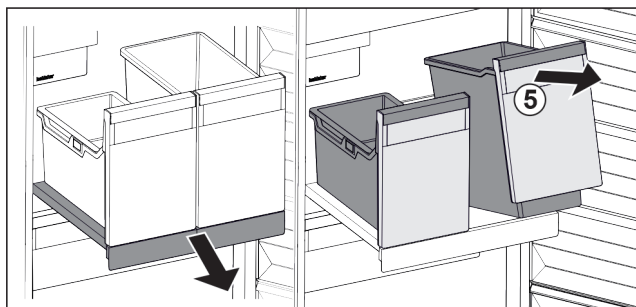

Fig. 100
- ▶ Bak Fig. 100 (5) aan voorzijde optillen.